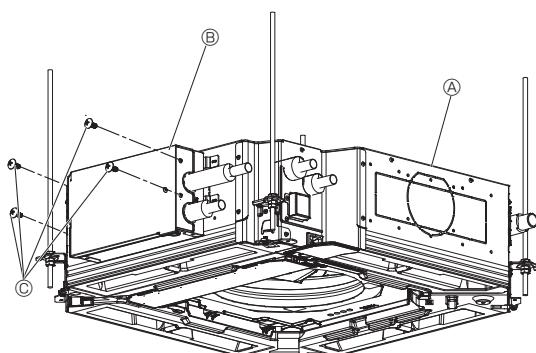

Fig. 4-9
4.5.2. İsteğe bağlı VALF KİTİ'NİN takılması (Fig. 4-9)